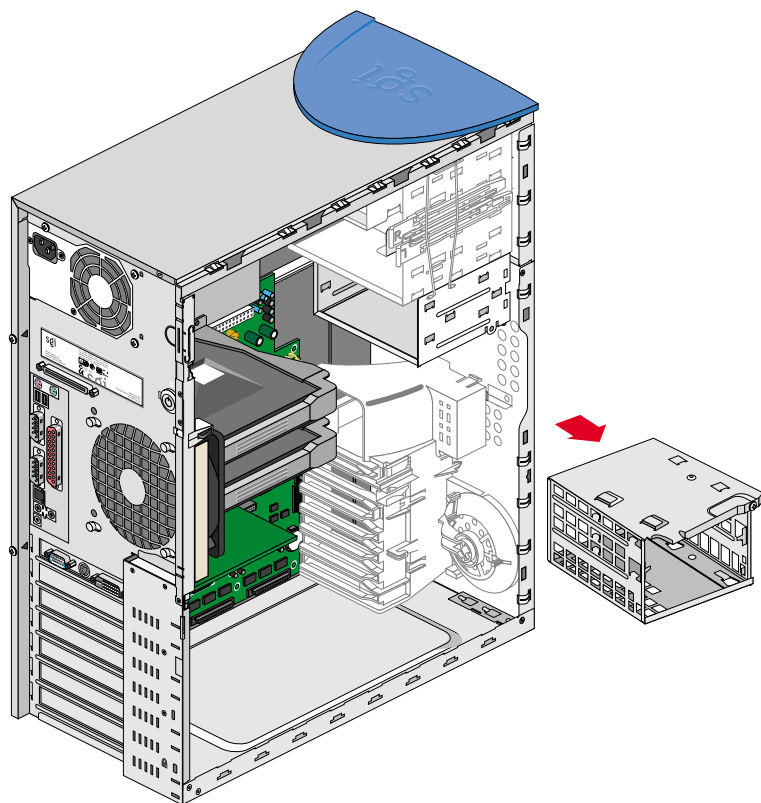

Figura 2-19 Desmontaje del compartimento para unidades de disco
6. Una vez extraídos todos los tornillos, es fácil desmontar el soporte de la unidad interna tirando suavemente del mismo hacia delante. La Figura 2-19 muestra la extracción del soporte del sistema.